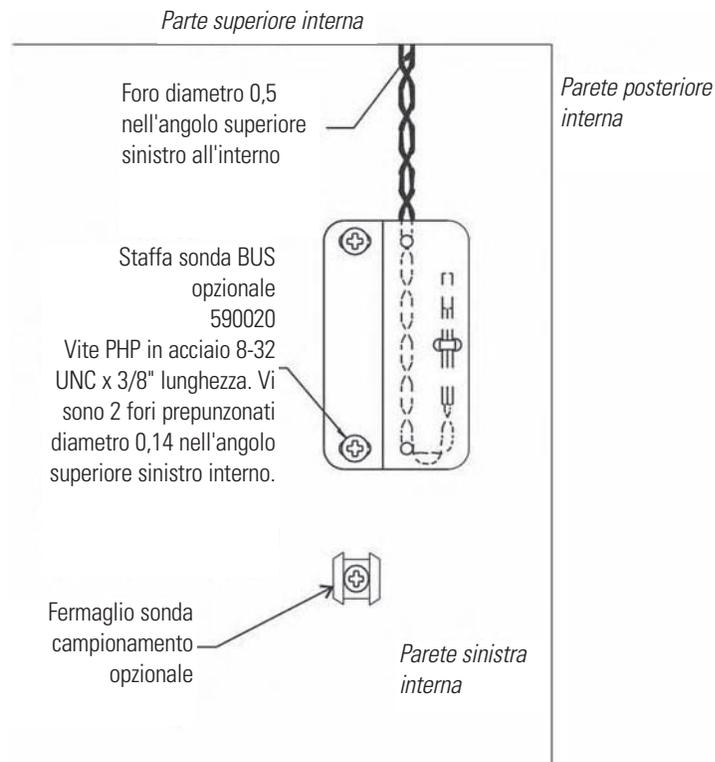

Figura 7-4. Staffa sonda
1. Individuare il foro da 1,3cm (0,500") pre-punzonato nell'angolo posteriore sinistro in alto del soffitto della camera. Rimuovere la striscia di fissaggio della sonda a bobina/gruppo solenoide. Svolgere il contatto della sonda e fare scorrere la punta della sonda (circa 30,5 cm) per circa 1,3 cm (0,500") nel foro (Figura 7-4).
3. Toccare #8-32 i due fori pre-punzonati posizionati sulla parete sinistra interna del freezer. Montare la staffa. La figura 7-4 mostra la sonda di backup montata sulla parete laterale sinistra interna del freezer.